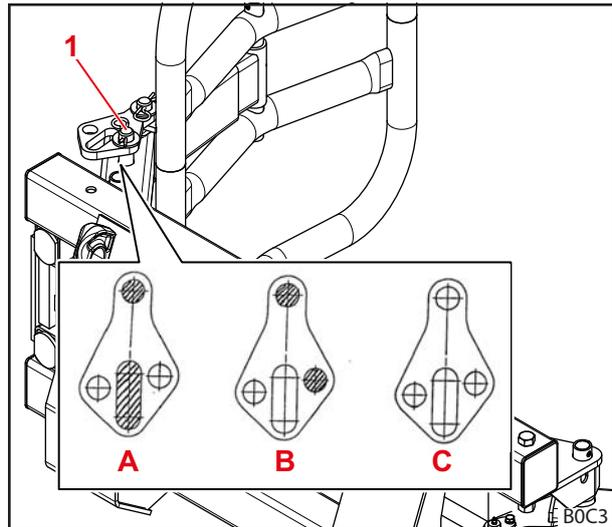

Abb. 46 Greiferabstand auf Ballenbreite bzw. Ballendurchmesser einstellen (Greifer links)
- Für Rundballen mit einem Durchmesser kleiner als 1,5 m Bolzen der Kulisse durch das Langloch stecken (siehe Lochbild A in Abb. 46).
- Für Rundballen mit einem Durchmesser ab 1,5 m Bolzen der Kulisse durch die Bohrung mit kurzem Abstand stecken (siehe Lochbild B in Abb. 46).